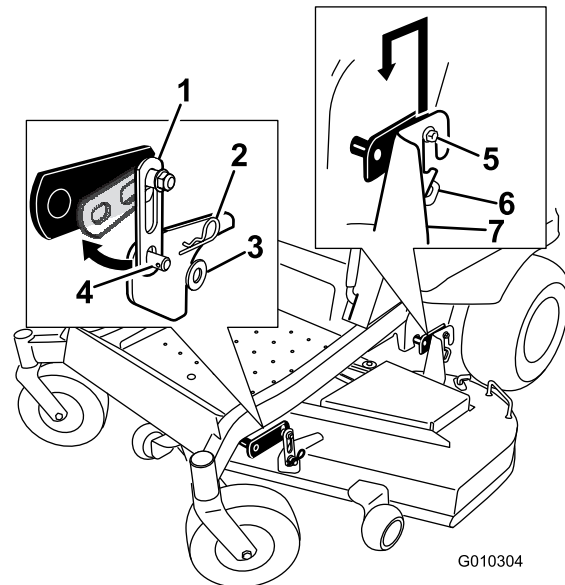

Figura 63
2. Retire los herrajes de las pletinas de suspensión delanteras en ambos lados de la plataforma (Figura 63).
3. Retire la plataforma con cuidado de los pernos de las pletinas de suspensión y baje la parte delantera de la plataforma al suelo (Figura 63).
6. Conecte el soporte delantero de la plataforma del cortacésped a las pletinas de suspensión delanteras y sujételas con una arandela y un pasador de horquilla (Figura 63).